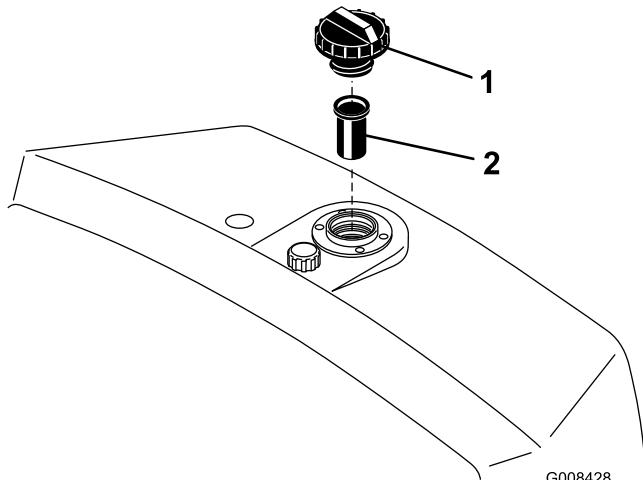

Рисунок 26
- Снимите крышку с резервуара и проверьте уровень жидкости. Жидкость должна доходить до низа сетки в шейке заливной горловины (Рисунок 26).